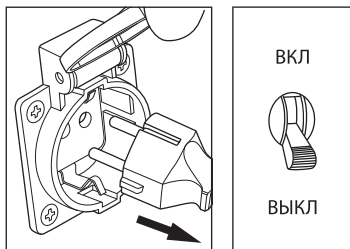

рис. 6
6. Отсоедините все электрические нагрузки, отключите подачу напряжения на панели штепсельных розеток. Переведите основной прерыватель цепи переменного тока в положение «Выкл» (рис. 6).